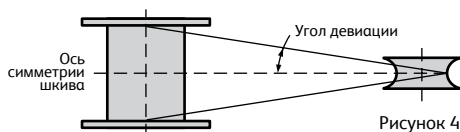

Рисунок 4.
- Размоточное устройство необходимо установить таким образом, чтобы угол девиации не превышал 1,5 градуса (рис.4).